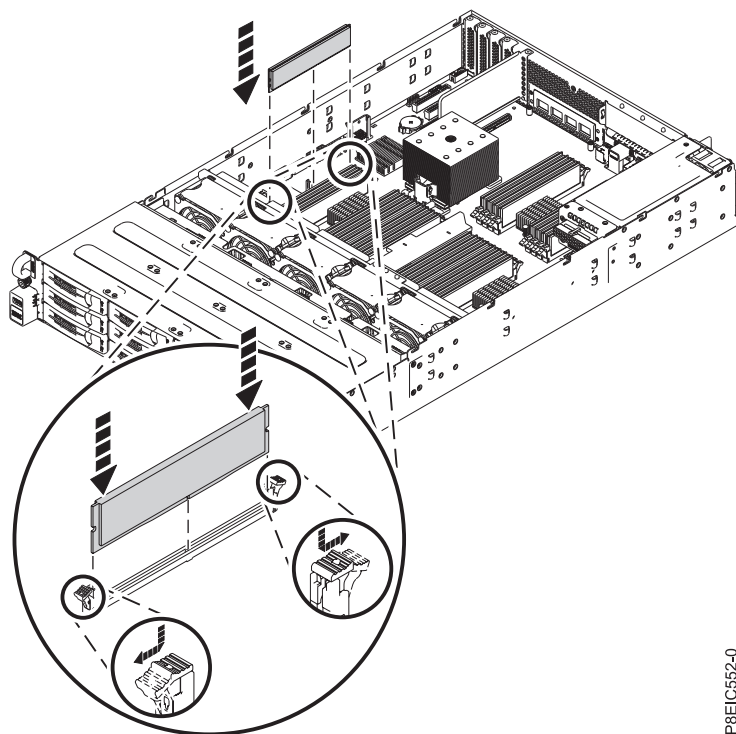

Figura 20. Abrir las pestañas de bloqueo de DIMM e insertar memoria
3. Empuje las pestañas de bloqueo hacia fuera del zócalo, en la dirección que se muestra en la Figura 20.